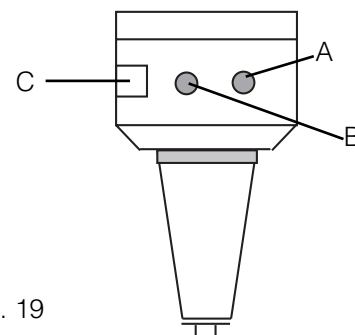

Abb. 19
- 3 - Die Halteschrauben A und B lockern; dadurch wird der Nocken C (Abb.19) zur Einstellung zugänglich.